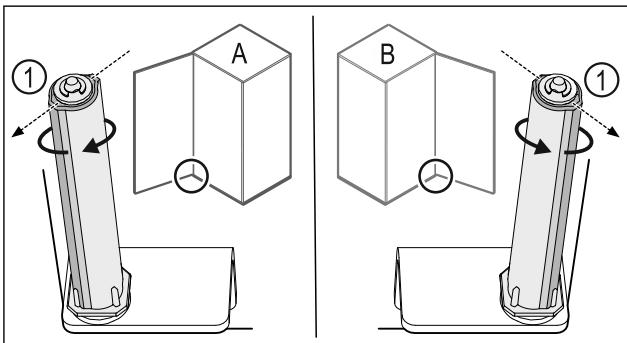

Fig. 41 Levo omejilo (A) / desno omejilo (B)
- Obrnite zaporni sistem proti uporu, dokler ni mostiček zapornega sistema Fig. 41 (1) obrnjen navzven.